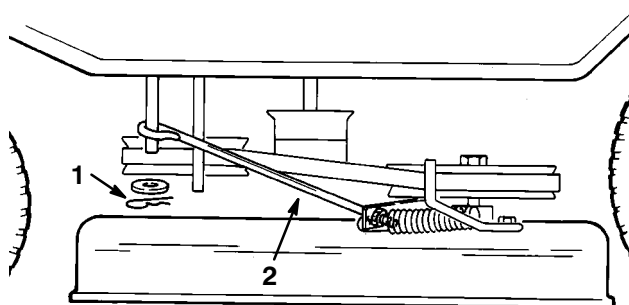

Figure 35
6. Enlevez la goupille fendue et la rondelle du bras de commande des lames, du côté gauche de la machine (Fig. 35). Glissez la tige hors du bras.